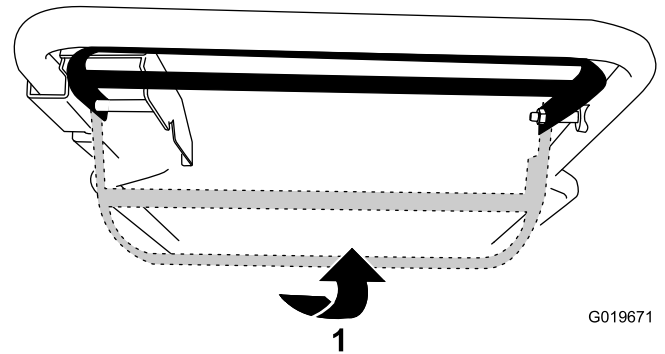

Figura 15
- **Per utilizzare la trazione automatica senza inserire la lama:** Sollevate la barra di comando della lama verso la stegola (Figura 15).